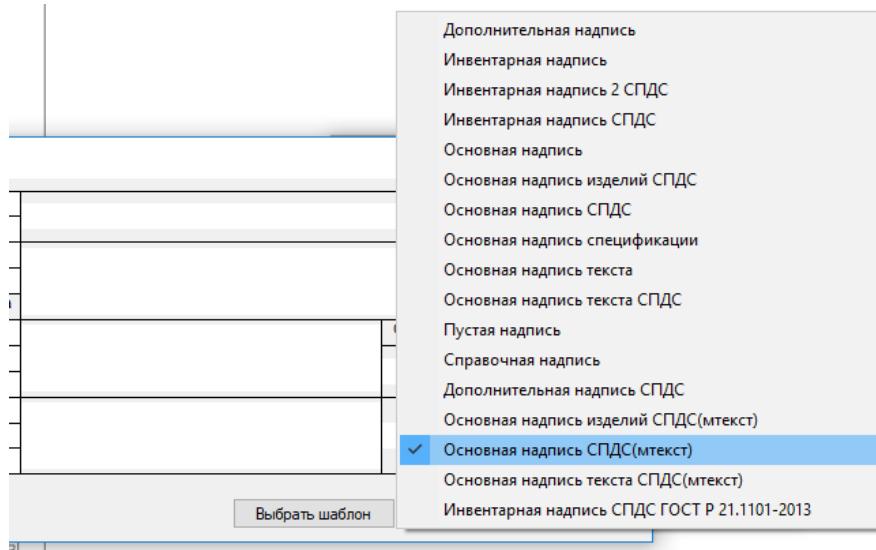

Рис. 1.1.6 Выбор шаблона с многострочным текстом
6. Выберем из списка Основная надпись СПДС (мтекст) (рис.1.1.6)